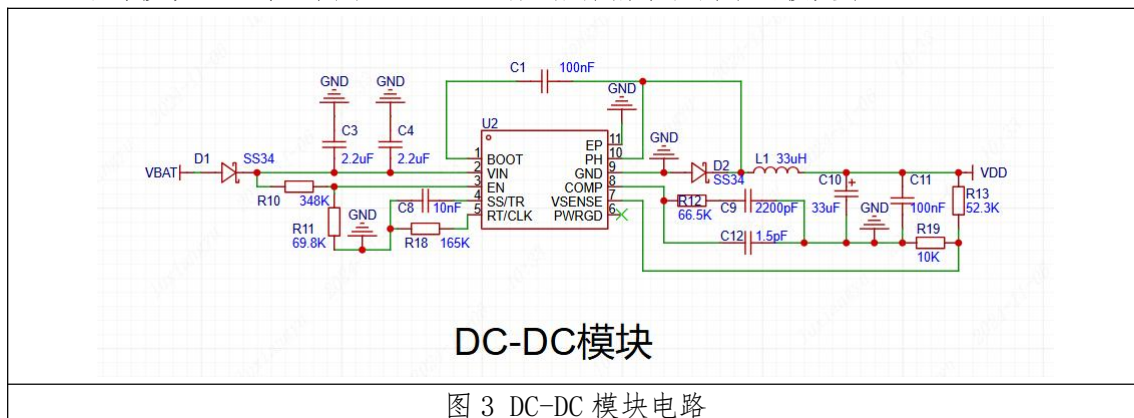

图 3 DC-DC 模块电路
1、打开 SCH 原理图文件，按照给出的样图 3，在 DC-DC 模块电路设计区域内，完成元器件符号放置、线路绘制和网络添加。（4 分）